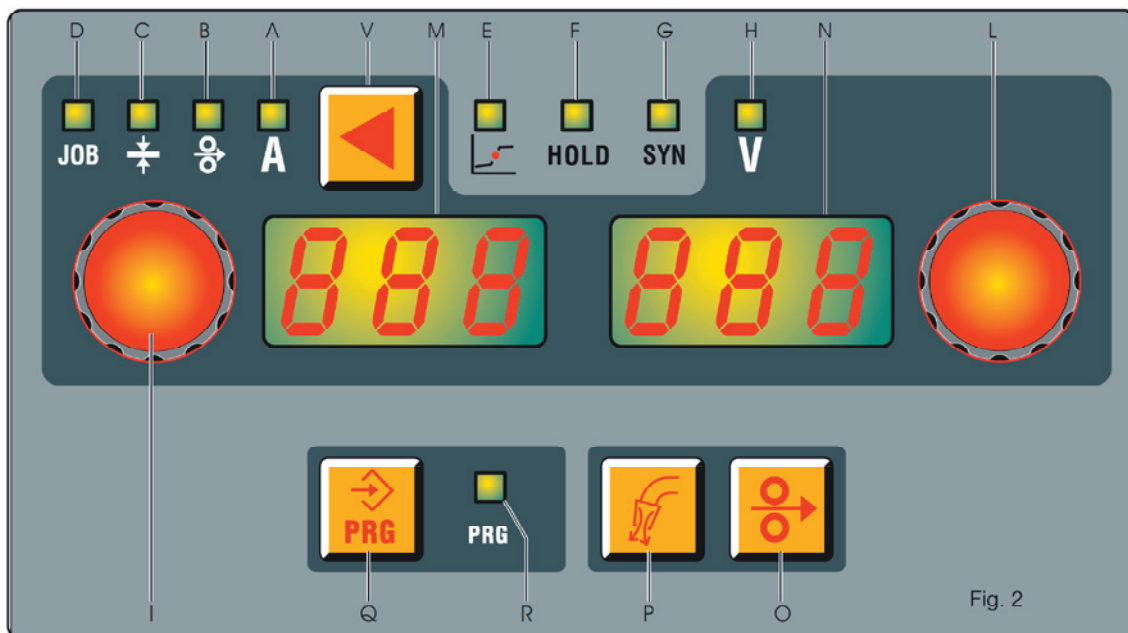

Fig. 2
**3. DESCRIÇÃO DO PAINEL (Fig. 2)**